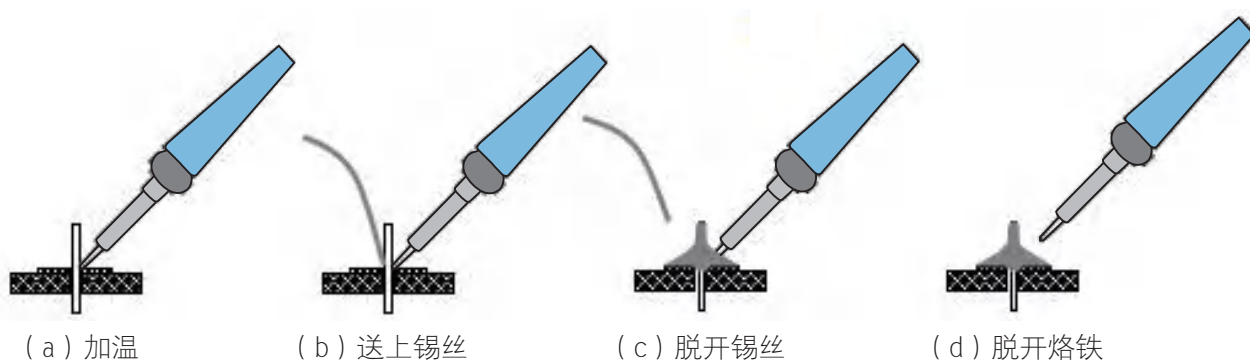

图2-39 焊接操作示意
（3）焊接要领。掌握焊接要领是获得良好焊点的关键（图2-39），一般焊接要领有以下几点。
① 烙铁头与被焊件的接触方式。被焊件通过与烙铁头接触获得焊接所需要的温度，所以要掌握下列要领。
a. 接触位置：烙铁头应同时接触需要互相连接的两个被焊件（如引线和焊盘），烙铁头一般倾斜 45° ，如图2-39所示。当两个被焊件热容量悬殊时，可适当调整烙铁倾角，使热容量较大的被焊件与烙铁头的接触面积增大，加强热传导效果。两个被焊件同时被加热到相同的温度，视为加热理想状态。
② 锡丝的供给方法。锡丝的供给方法主要掌握三个要领，即供给时间、供给位置和供给数量。